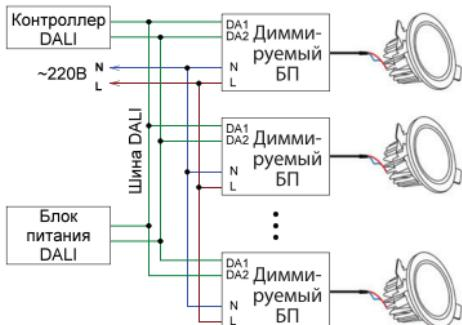
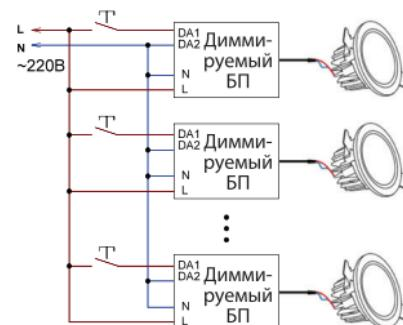

Рис.2. Схема соединения диммируемых блоков питания при использовании управления DALI.
Рис.3. Схема соединения диммируемых блоков питания при использовании управления Touch DIM.
- Выполните подключение сигналов управления к клеммам **DA1** и **DA2** и проводов питания от сети ~ 220 В к клеммам **L** (фаза) и **N** (ноль) в соответствии с используемой схемой управления – DALI или Touch DIM (см. Рис.2. и Рис.3.)